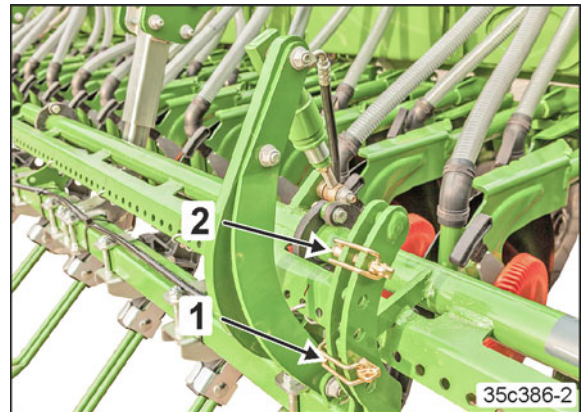

Fig. 192
- Pârghia în poziția 1 (Fig. 192/1)
- Pârghia în poziția 2 (Fig. 192/2)